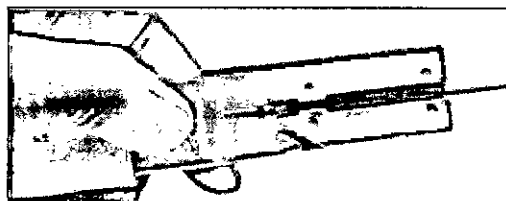

Figura 7:
d. Retraiga el cartucho del embudo de resorte y coloque el alojamiento del catéter Zephyr EDC en la ranura de carga, deslizando el extremo proximal hasta el tope del alojamiento (vea la figura 7). Asegúrese de que el accionador de mango del catéter EDC esté totalmente retraído.